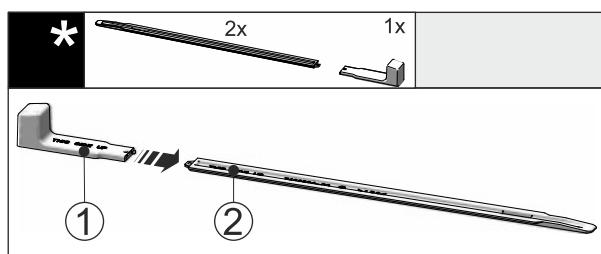

Fig. 46
- ▶ Insertar el tirador de montaje Fig. 46 (1) en el riel de nivelación Fig. 46 (2).